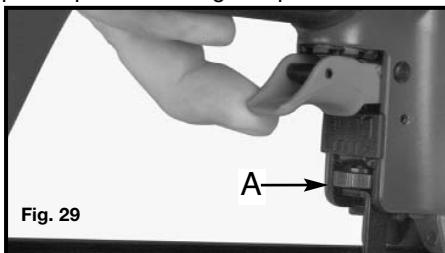

Fig. 29
La profundidad a la que se clava un clavo se controla mediante la perilla de ajuste de profundidad (A) Fig. 29. La profundidad de penetración se ajusta en fábrica a un valor nominal. Realice un disparo de prueba y verifique la profundidad. Si se desea un cambio, gire la perilla de ajuste (A) Fig. 29. La perilla de ajuste tiene retenes cada cuarto de giro. Gire la perilla (A) Fig. 29 en el sentido de las agujas del reloj para aumentar la profundidad de penetración y gire la perilla en el sentido inverso a las agujas del reloj para disminuir la profundidad de penetración. Realice otro disparo de prueba y verifique la profundidad. Repita estos pasos tantas veces como sea necesario para obtener los resultados deseados. La cantidad de presión de aire requerida variará de acuerdo con el tamaño del elemento de fijación y el material sobre el que se clava. Experimente con el valor de la presión de aire para determinar el valor menor que realice correctamente el trabajo en curso. La presión de aire que excede la requerida puede provocar desgaste prematuro o daños a la herramienta.